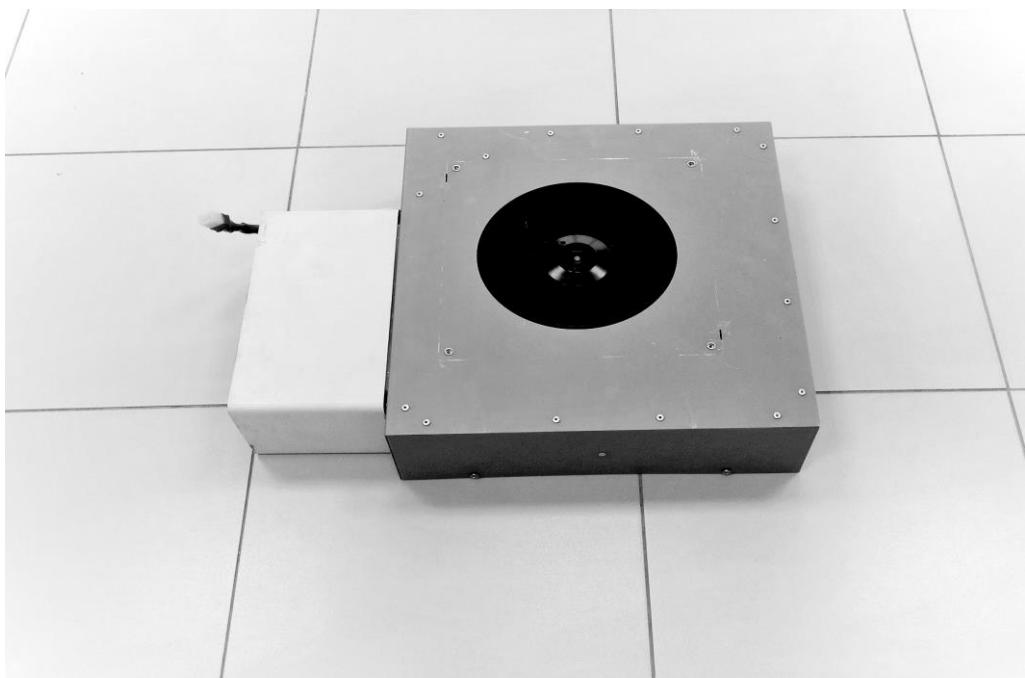

Рис. 2А
2. На внешнюю турбину (В) устанавливаем вентиляционный канал 220x90(Е), укороченный до соответствующей длины (на такую длину, на которую нам необходимо отодвинуть выпускное отверстие для воздуха направо или налево от прибора) (Рис.2А)